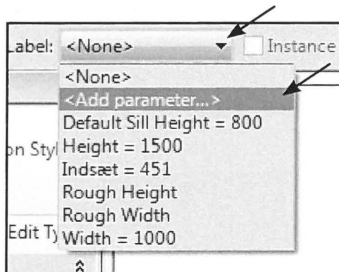

Fig. 08.21. Marker alle målkæderne og sæt en samlet Parameter på.
- Marker alle 4 målkæder uanset størrelsen på dem, Vælg *Add Parameter* i *Modify* panelet (Fig. 08.21).